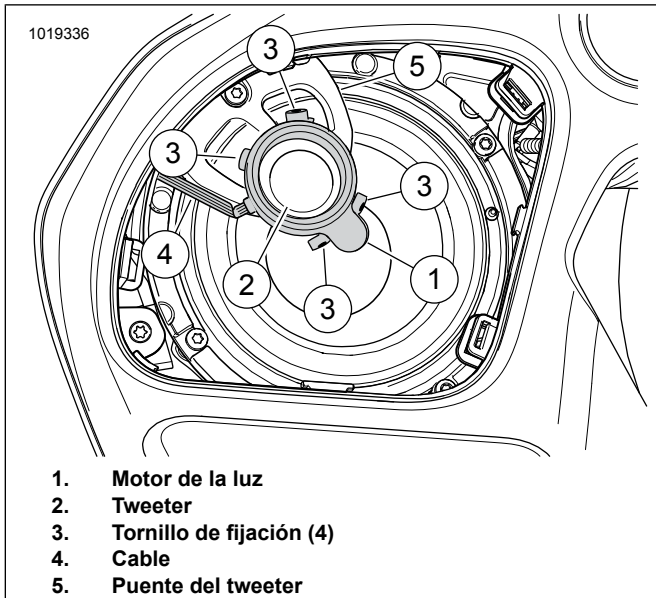

Figura 6. Altavoz del fuselaje izquierdo de FLTR
Consulte la Figura 6. Coloque el motor de la luz (1) en el tweeter (2) como se muestra. Comprima suavemente el motor de la luz en su lugar.